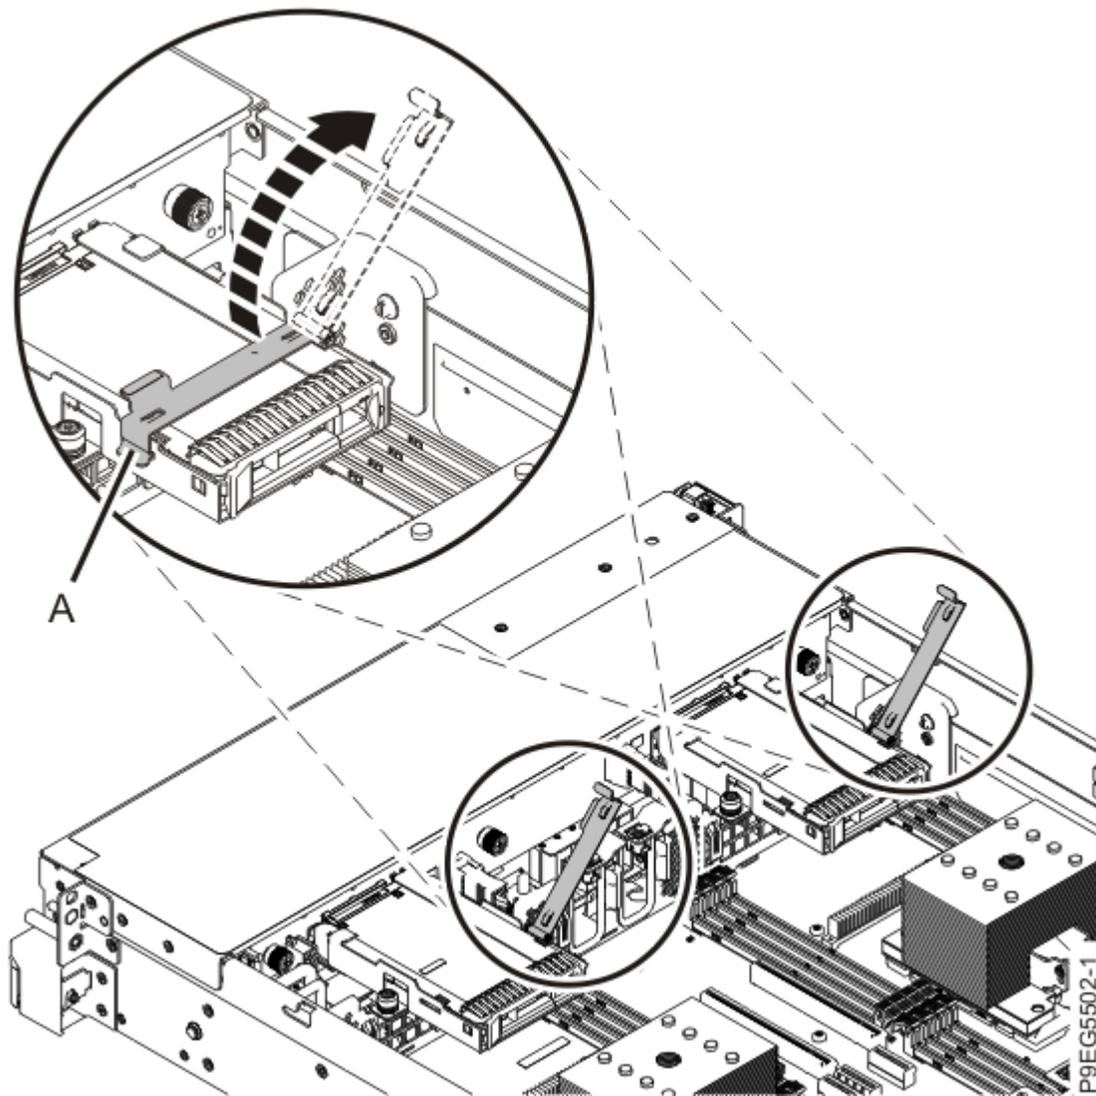

Figure 6. Ouverture du support d'unité
- a) Ouvrez le support d'unité **(A)**, comme illustré dans la Figure 6, à la page 8.